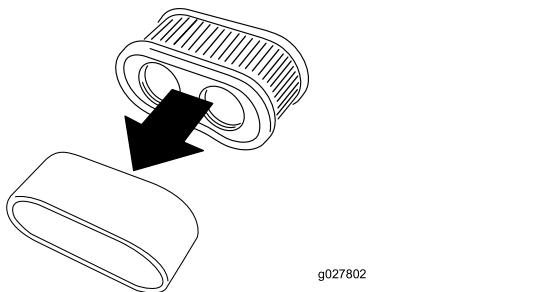

Figura 39
5. Separe el elemento de gomaespuma del elemento de papel (Figura 39).